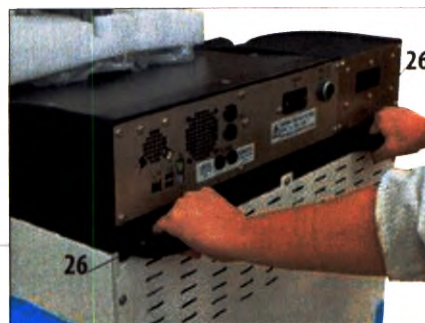

Рис. 11.2
- Удерживайте ASP6025 S с задней стороны за обе рукоятки (26). (рис. 11.2)